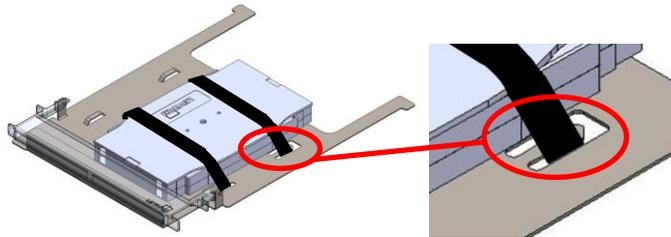

Figure 17
5. Insérer les boucles des rubans de velcro dans chacune des ganses pour assujettir le tout (figure 17).